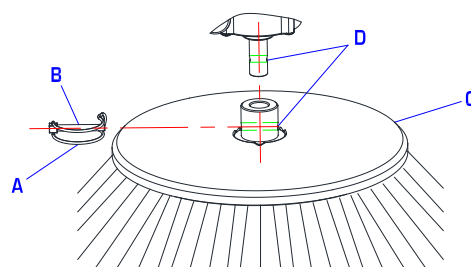

图 8
- 3) 松开弹簧 A（图 8），拔出销（B），并将刷子（C）从传动轴上取出。
- 4) 安装新的边刷到传动轴上，并把销 B（图 8）插入到孔 D（图 8）中，并装好弹簧 A（图 8）。